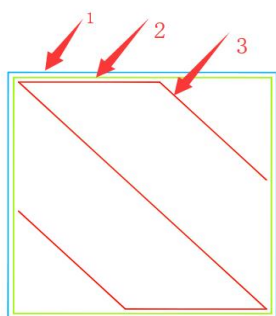

图 7
(2) 外壳速度（单位 mm/s）：即模型外壳（眼睛可以看到的模型侧面，也叫外壁）的打印速度（图 7 中 1 号轨迹的打印速度）。速度越慢，模型打印效果越好。建议速度为：10-40mm/s
(3) 内壳速度（单位 mm/s）：即模型内壳(也叫内壁，是模型的内部构造，打印完成后眼睛不可见)的打印速度（图 7 中 2 号轨迹的打印速度）。速度越慢，模型打印效果越好。建议速度为：10-45mm/s
(4) 填充速度（单位 mm/s）：即打印模型内部填充的速度（图 7 中 3 号轨迹的打印速度）；10-80mm/s